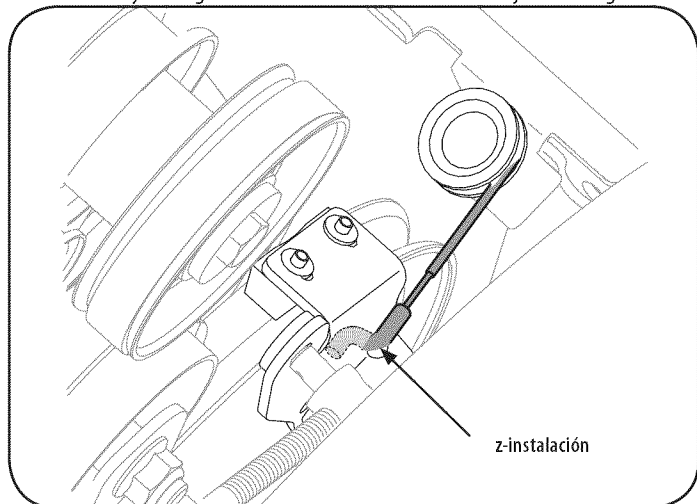

Figura 32
3. Tire la palanca del freno hacia el soporte de montaje del cable guía de rodillos y desenganche de la barra de cable z-montaje. Vea la Figura 32.